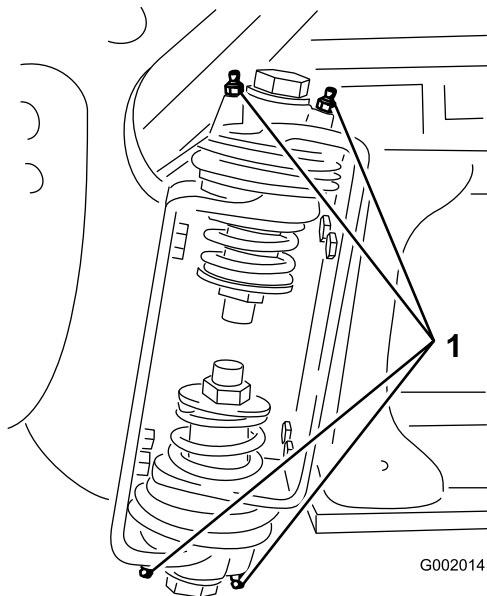

Figura 91
2. Pompate del grasso nel raccordo di ogni cuscinetto o boccola Figura 91.